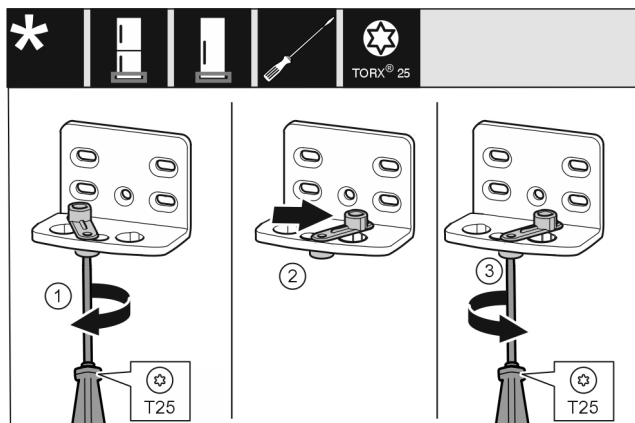

Fig. 16
- ▶ Svitare allentando la vite con il cacciavite T25. Fig. 16 (1)
- ▶ Sollevare l'ausilio di chiusura della porta e ruotarlo di 90° verso destra nel foro. Fig. 16 (2)
- ▶ Serrare la vite con il cacciavite T25. Fig. 16 (3)